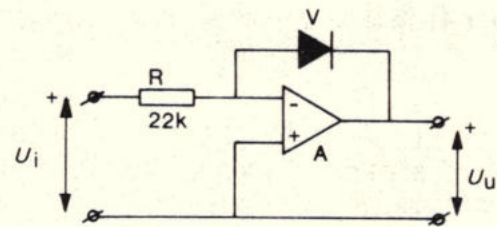

Fig. 34.
5. In de schakeling van fig. 34 is A een operationele versterker waarvan zowel de ingangsimpedantie als de versterking oneindig groot mogen worden gesteld.